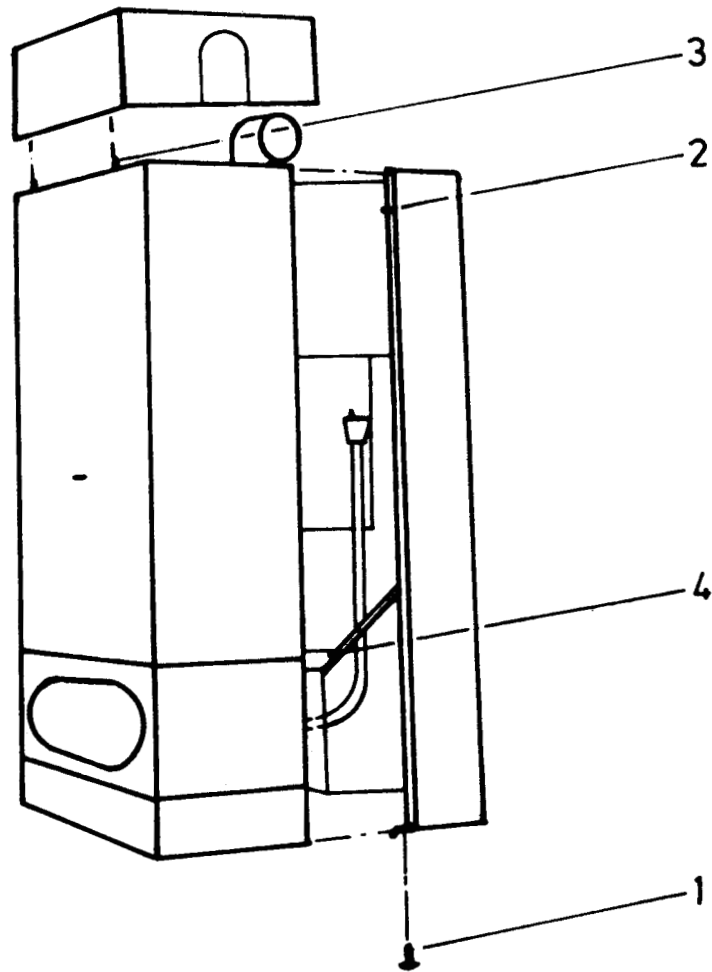

Fig. 9
3. Pladen foran brændkammeret og fordelingsrøret afmonteres (se fig. 9 & 14). Vågeblusset (2) skal samtidig afmonteres. Udskift dysen for vågeblus, ved at adskille røret ved vågeblusset (2). Ombyt dyserne i fordelingsrøret (1). (Ved montering brug nye pakninger).